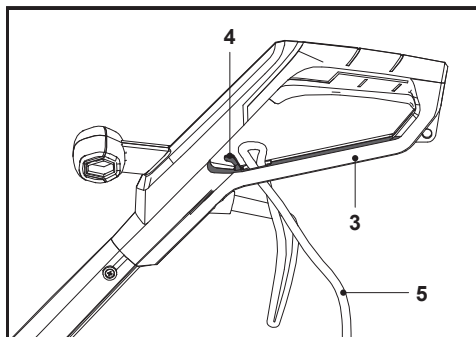

Fig. 4
1. Replier le cordon d'alimentation (5) à environ 60 cm en partant de la protection et faire passer la boucle dans le trou de la protection arrière (3) (Fig. 4).